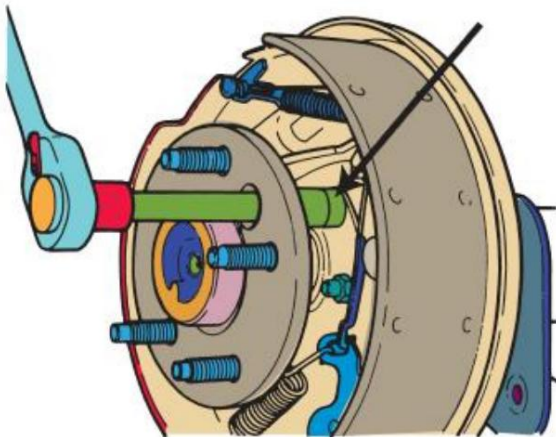

Figura 36. Retire los sujetadores de la placa de retención.
- Retire las tuercas y los pernos de la placa de retención. Figura 36. •